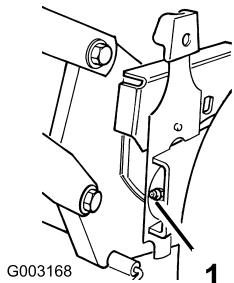

Figura 28
- Limpie con un trapo limpio los puntos de engrase (Figura 28).